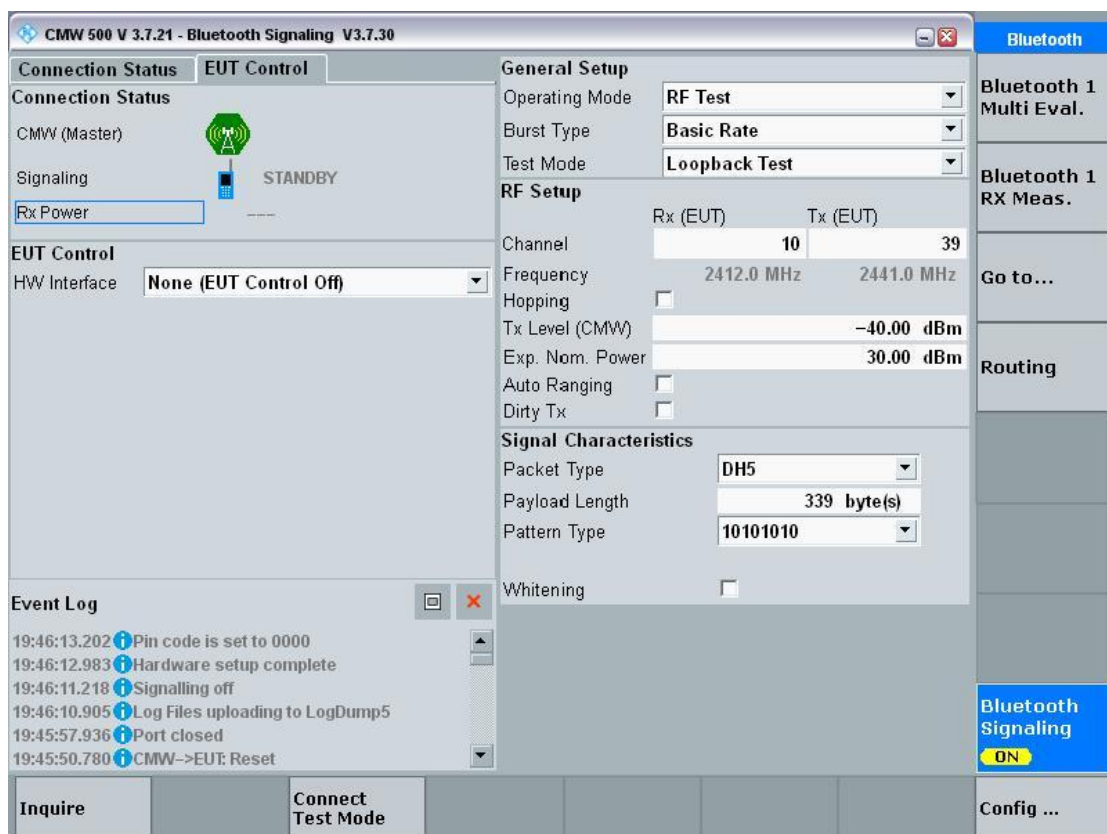

图 3-7
- 1) Bluetooth signaling 界面设置和 BLE 连接有所区别，如图 3-7，主要是把 HW Interface 选项修改为 None (EUT Control off);